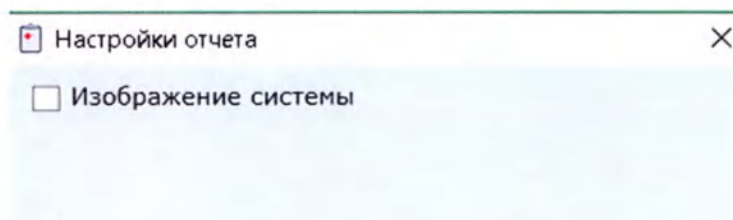

Рисунок 20 – Настройка отчета
- Режим «**Настройки отчета**» позволяет вывести в отчёт изображение системы из карточки пациента с маркерами области, в которой производилось обследование, а также настроить колонтитулы отчёта (рисунок 20).